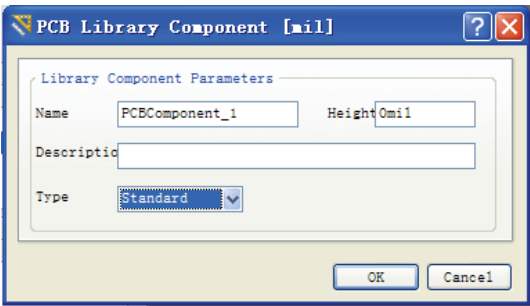

图 10-48 PCB 库元件对话框
(3) 光标指向 PCB 库面板中的元件名称，双击弹出 PCB 库元件对话框，如图 10-48 所示。